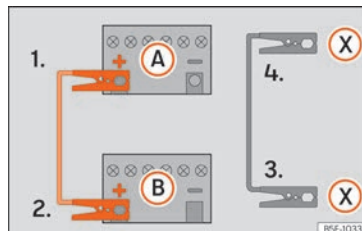

Abb. 79 Anschlussschema für Fahrzeuge mit Start-Stopp-System.
- 4b. *Bei Fahrzeugen mit Start-Stopp-System:* ein Ende des schwarzen Starthilfekabels  an einen geeigneten Masseanschluss, ein massives, fest mit dem Motorblock verschraubtes Metallteil oder an den Motorblock selbst anklemmen »» **Abb. 79.**